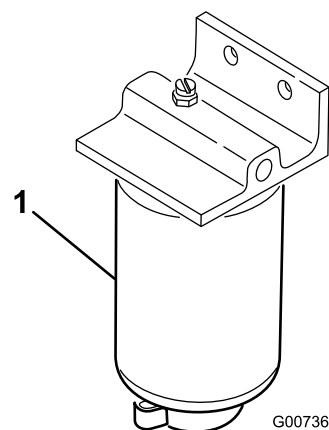

Figura 34
3. Deschidei buonul de golire de pe filtrul de combustibil cu aproximativ o tură i golii apa acumulată (Figura 34).